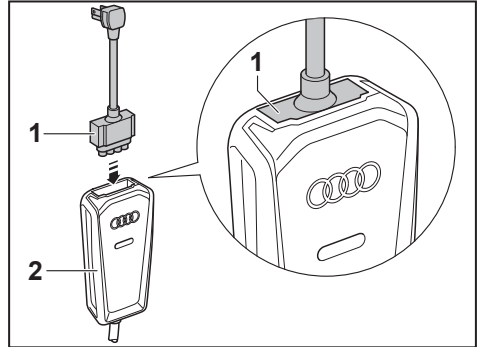

Fig. 4 : Desserrer ou fixer le câble adaptateur.
- Sortir le câble adaptateur, fig. 4 -1- de l'unité d'affichage -2-.
- Enfiler le câble adaptateur, comme illustré à fig. 4 -1-, dans l'unité d'affichage -2-. Ce faisant, veiller à ce que le câble adaptateur soit entièrement enfoncé (fig. 4, loupe).